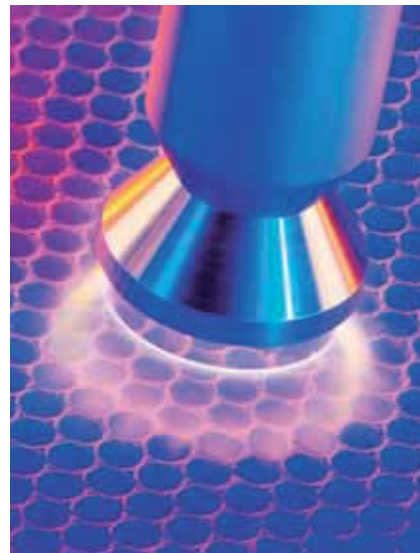
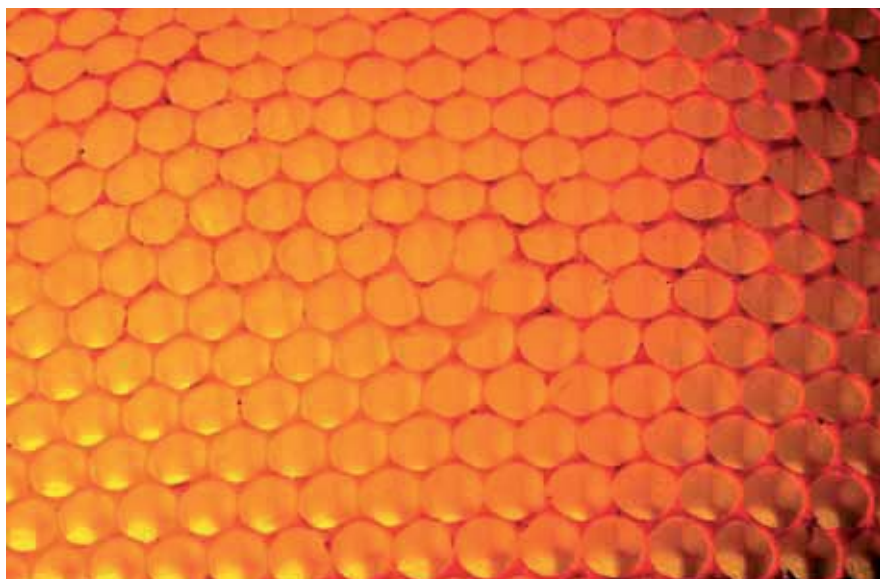

图 2 采用大气压等离子对 PP 蜂窝中的精细孔壁进行预处理，可确保面材通过胶粘剂与其保持长期的稳固粘接（图片来自 Plasmatreat）
图 1 蜂窝天然而固有的结构被用在复合材料板芯层的结构设计中（图片来自 Plasmatreat）
**现**代塑料板材的设计从一开始就考虑到了仿生学，聚丙烯塑料板的设计就借鉴了源自生物学中的蜂窝结构原理（如图 1 所示）。因为具有防水性，以及高耐受性和刚度，蜂窝板正被越来越多地用作轻量化复合材料板的芯层（如图 2 所示）。当然，其最重要的特性毫无疑问是轻型质量。